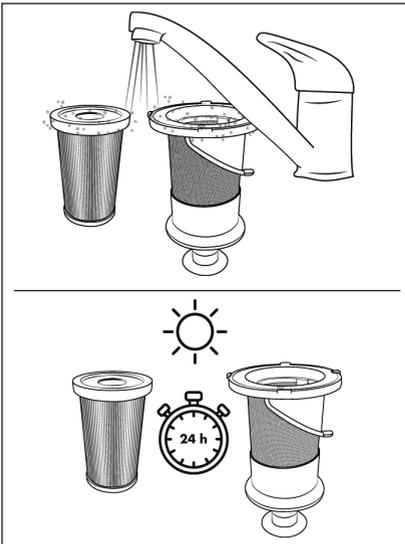

Afb. 19
- 4) Haal het HEPA-filter 5 uit het RVS-filter 6 door in de opening van het HEPA-filter 5 te grijpen en het uit het RVS-filter 6 te trekken (zie afb. 19).